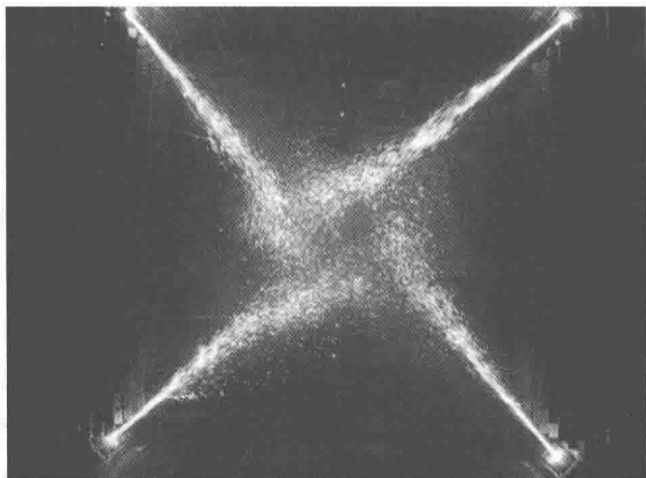

图 1-3 火花测试炉内运力场
(1) 试验的目的。观察、测试燃烧器各风口气流速度、方向及气流偏斜、衰减程度，掌握炉内空气动力场情况，标定各风门挡板特性曲线，为锅炉热态运行调整提供技术依据。燃烧器火嘴经大修、更换或采用了某些技术改进的，应进行冷态动力场试验。
(2) 炉内冷态空气动力场试验的技术要点。试验前首先作好可靠的安全措施。炉内及过热器区域易于掉落的焦、灰均需彻底清理。供炉内试验用的脚手架要牢靠，炉内照明要充足。试验正式开始前，应进行充分的大风量通风吹扫，尽可能地吹掉残存在某些设备和系统内的煤粉。试验应按拟定好的试验计划进行，各工况均应进入自模化状态先标定各风门挡板的特性曲线，每一试验工况均需测出相应风口的气流速度变化和风压。每一试验工况一般应观察记录相应风口出口气流方向及气流的扩散、偏斜和衰减情况，测试仪器有皮托管、靠背管、笛形管微压计、集中数据采集系统及示踪摄像设备等。常用的试验方法有飘带法、纸屑法、火花法、摄像机示踪拍摄法。要求炉内冷态空气动力场试验应能直观地显示出炉内动力场情况，但要定量说明问题，还应进行测定，以标定各风门特性，确定各一、二、三次风的风速、风量及风率，以指导燃烧调整，见图1-3。